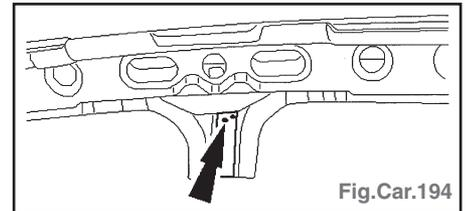

Fig.Car.194
- Renfort de montant B : Framer les points de soudure (Fig.Car.194).